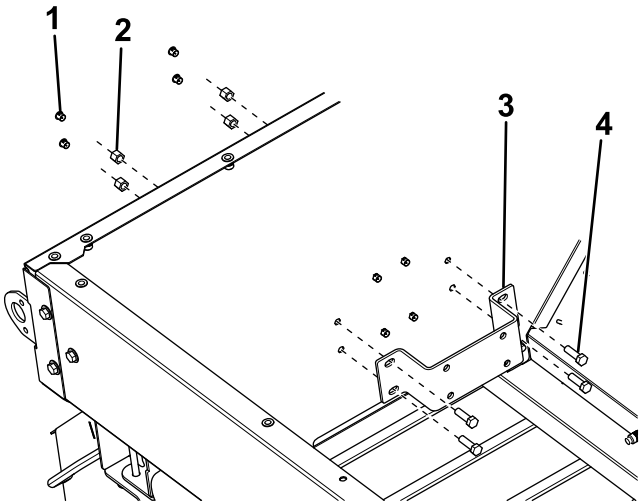

Bild 13
3. Entfernen und entsorgen Sie die vier äußeren Stopfen von der Rückseite des Streuers (**Bild 13**).
4. Befestigen Sie eine Befestigungshalterung der Ablenklechs an der Innenseite des Streuers mit vier Schrauben ($\frac{3}{8}$ " x $1\frac{1}{4}$ ") und Muttern (**Bild 13**).